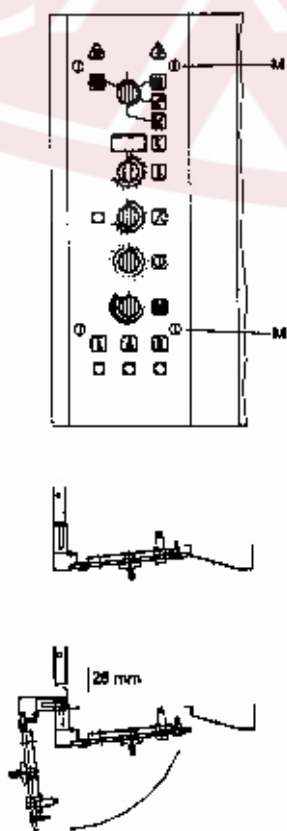

Рисунок 4m
- Открыть панель управления (см. рис. 4m для моделей 6-10-20 и рис. 4n для модели 21), плавкие предохранители располагаются в пределах видимости на верхней левой стороне панели. Затем найти вышедший из строя предохранитель и заменить его другим, имеющим такие же электрические свойства. Выясните причину перегорания, проверив все элементы, чья неисправность могла привести к выходу из строя предохранителя. Для этого используйте монтажную электросхему.